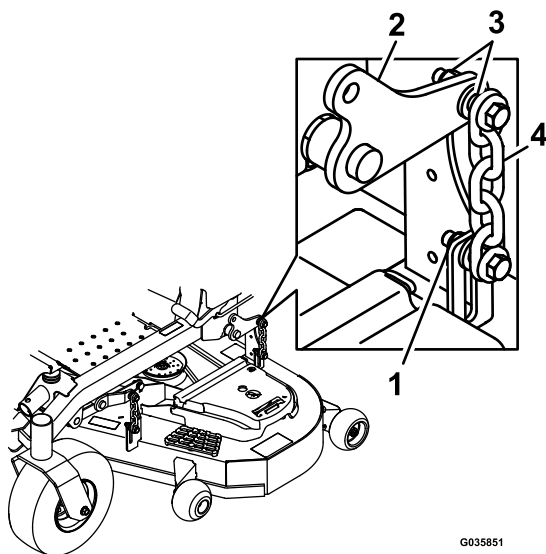

Figura 123
14. Afloje las contratueras (Figura 123) en las cuatro esquinas y asegúrese de que la carcasa de corte quede bien asentada sobre los cuatro bloques.